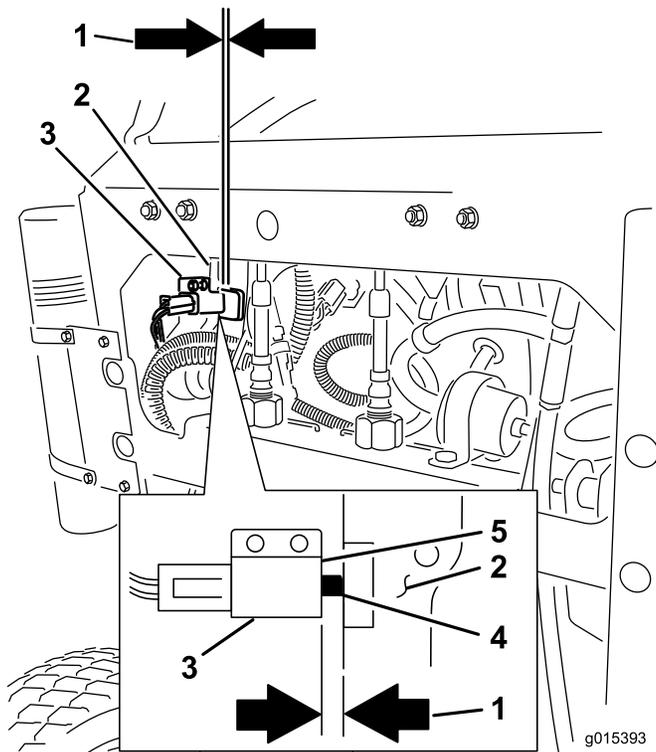

Bild 65
11. Nach dem Einstellen der Bremse Hebelschalter prüfen (Bild 65).
12. Prüfen Sie den Abstand zwischen dem Bremshebel und der Schaltervorderseite, wie in Bild 65 dargestellt.